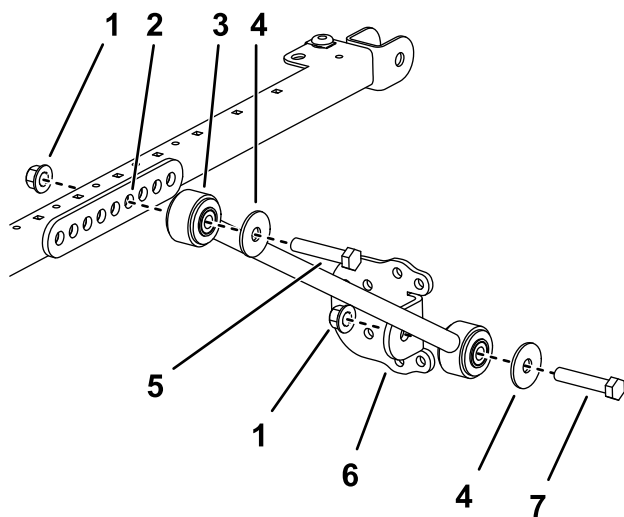

図 20
12. サンシェードのフレームの左右それぞれの側で、ブレース取り付け部の 4 番目の穴に延長リンクを仮止めするボルト  $\frac{1}{2}$  x  $2\frac{3}{4}$ " 2 本、フランジナット  $\frac{1}{2}$ " 2 個を使用して 図 20 のように取り付ける。
13. 各ブレースに、ブレースブラケットを仮止めするボルト 1/2 x 2 1/2"、ワッシャ 1/2"、フランジナット 1/2"を使用し、図 20 のように取り付ける。